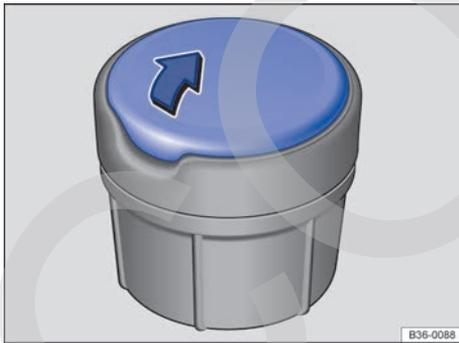

Fig. 147 Cenicero portátil.
- Para *abrir* el cenicero, levante la tapa del mismo → fig. 147 en el sentido de la flecha.